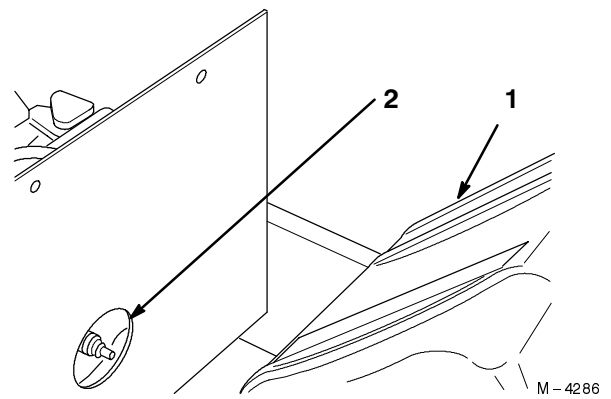

Bild 21
3. Sie müssen den Benzintank entfernen (Bild 21), um Zugang zur hinteren Zündkerze zu erhalten.
3. Drücken Sie den/die Kerzenstecker auf die Zündkerze(n) auf (Bild 21).